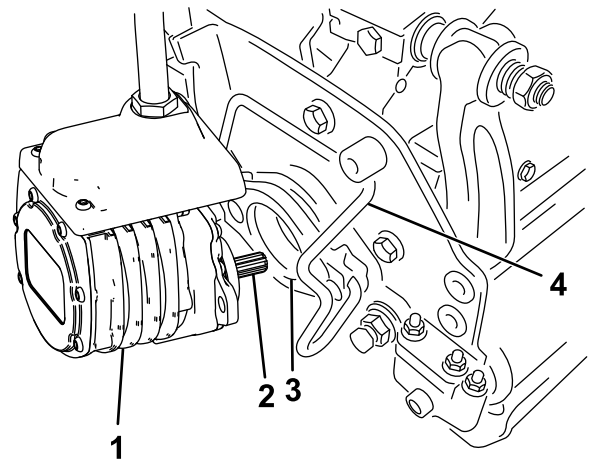

Figure 53
- 6. Enduisez de graisse propre l'arbre cannelé du moteur de l'unité de coupe (Figure 53).
- 7. Insérez le moteur dans le côté gauche de l'unité de coupe (vu par rapport à la position de l'utilisateur) et tirez la barre de retenue du moteur, située sur l'unité de coupe, vers le moteur jusqu'à ce que vous entendiez un déclic des deux côtés du moteur (Figure 53).